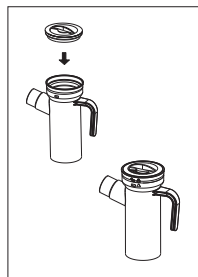

Рисунок 5.
- Установите крышку в дефлектор и закройте отверстия на ней, поворотом заслонки (Рисунок 5).